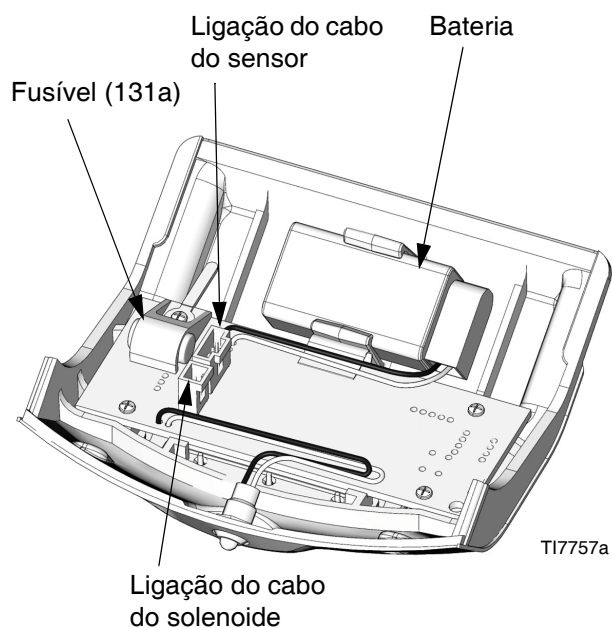

FIG. 5. Localização da bateria e do fusível do DataTrak
2. Desligar os cabos do solenoide de segurança em caso de desferragem e do sensor da placa do módulo. Consulte FIG. 5.
3. Retirar o módulo DataTrak (131) para um local que não apresente perigos.